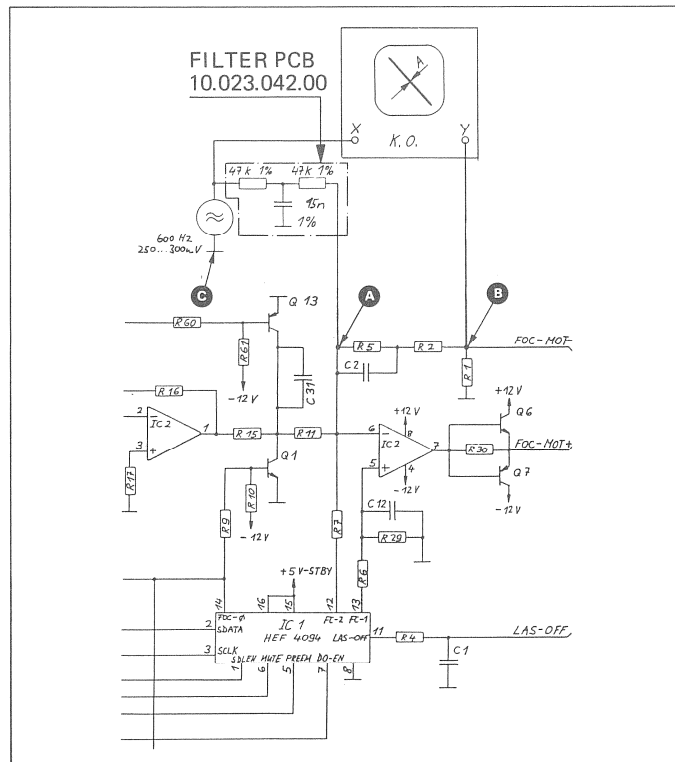

Fig. 4.17
- NF-Generator an den X- Eingang des 2- Kanal Oszilloskops und gleichzeitig über den Filterprint, Best. Nr. 10.023.042.00 an R7 des Servo 1 PCB 1.769.310 anschliessen (siehe Fig. 4.17 und 4.18, Punkt "A").
- Y-Eingang des 2-Kanal-Oszilloskops an R1/R2 auf SERVO-1 PCB 1.769.310 anschliessen (siehe Fig. 4.17 und 4.18, Punkt "B") und Oszilloskop auf X/Y-Betrieb schalten.
- Mit Trimpotentiometer FOCUS GAIN auf Laufwerk 1.769.100.36 die Amplitude A der Lissajous- Figur auf ein Minimum abgleichen (siehe Fig. 4.17).
- DC- Voltmeter (Bereich 150mV) an R1 (Servo 1 PCB 1.769.310) anschliessen (siehe Fig. 4.17/4.18, Punkt "B").